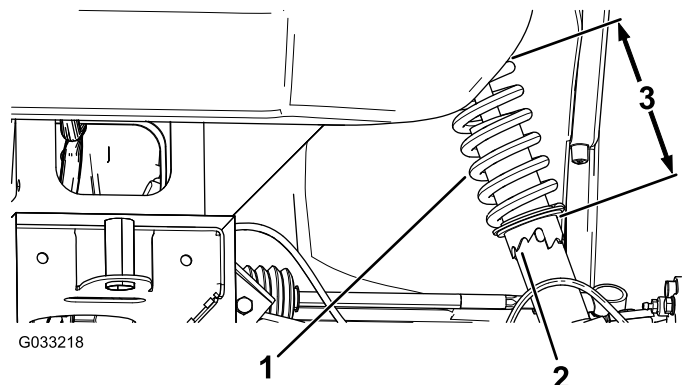

Figura 46
2. Si la caída de la rueda está mal, utilice la llave de gancho para girar el collarín del amortiguador para alinear la rueda (Figura 46).